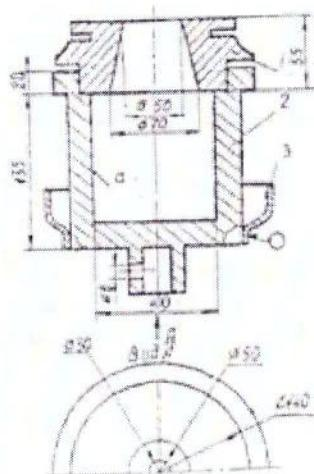

Рис. 10. Учебный узел 10
5. Сварить детали 2 (материал - сталь 40) и 3 (производство – массовое), рис. 10. Материал детали 3 – листовая сталь толщиной 0,8 мм, сварной шов не требует герметичности.